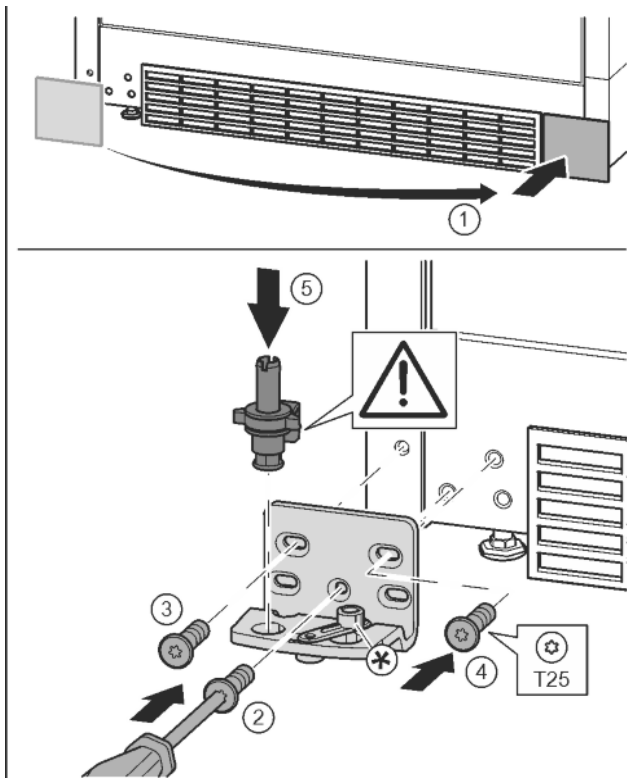

Fig. 18
- ▶ Afdekking eraf halen en op de andere kant aanbrengen. Fig. 18 (1)
- ▶ Lagerbus op de andere kant aanbrengen en met behulp van een schroevendraaier T25 vastschroeven. Met schroef 2 onder in het midden beginnen. Fig. 18 (2)
- ▶ Schroef 3 en 4 vastschroeven. Fig. 18 (3, 4)
- ▶ Lagerbout volledig aanbrengen. Let op dat de vergrendelnok naar achter wijst. Fig. 18 (5)